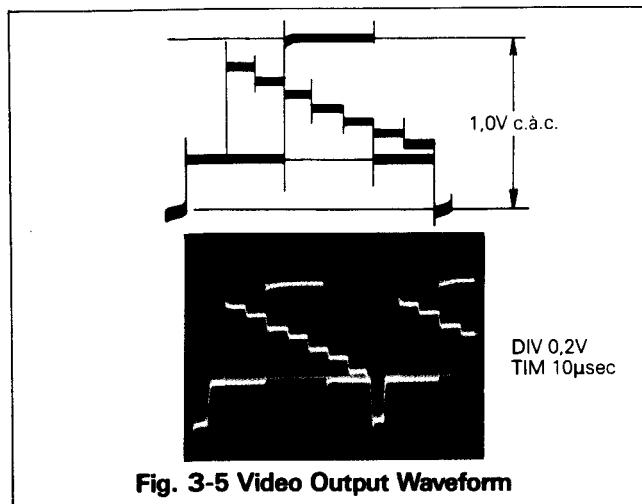

Fig. 3-5 Video Output Waveform
- E. Régler VR2A5 (NIV. LEC) pour obtenir un signal vidéo de 1.0V c.à.c. (Fig. 3-5)